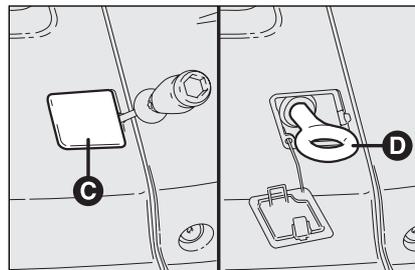

Abb. 48
- Den mitgelieferten Schraubenzieher aus dem Kasten herausnehmen, und den Verschluss **C-Abb. 48** durch Abhebeln am angegebenen Punkt anhebeln;
- Den Abschleppring **D** aus dem Kasten herausnehmen und am Gewindebolzen **Abb. 48** einschrauben.